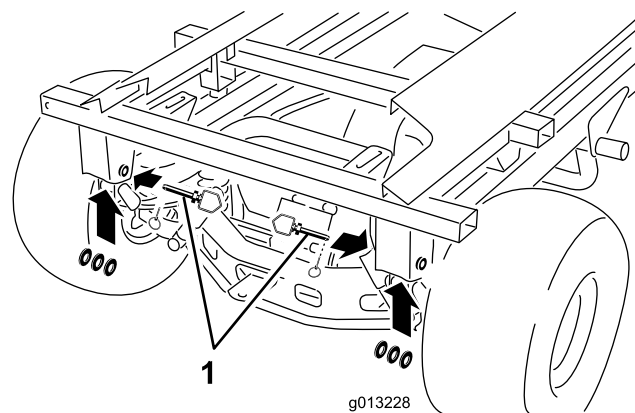

Bild 43
10. Entfernen Sie die hinteren Klappstecker, Anbauvorrichtungsstifte und Scheiben (Bild 43).